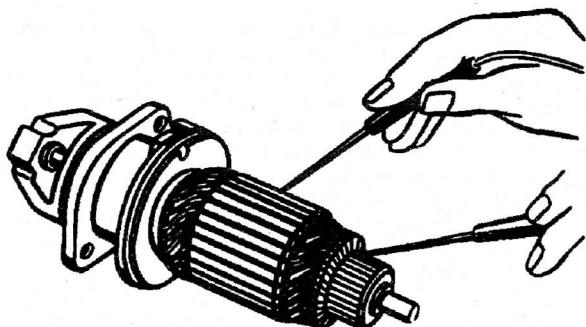

Рис. 249. Проверка обмотки якоря стартера на короткое замыкание с магнитопроводом
**Якорь.** Проверить с помощью прибора Э-236 или контрольной лампы отсутствие замыкания обмотки якоря на пакет якоря. Для этого подсоединить один конец к любой из ламелей якоря, а другой — к пакету железа якоря. Лампа при этом гореть не должна (рис. 249).